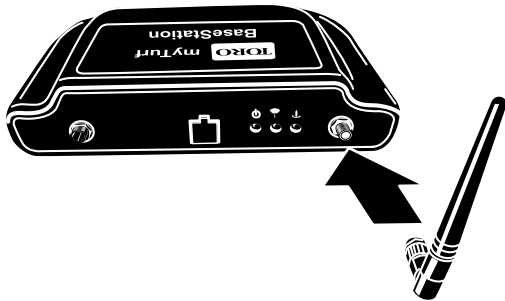

Bild 5
1. Die Peitschenantenne sollte senkrecht sein, wenn Sie sie an der Basisstation montieren (Bild 5).